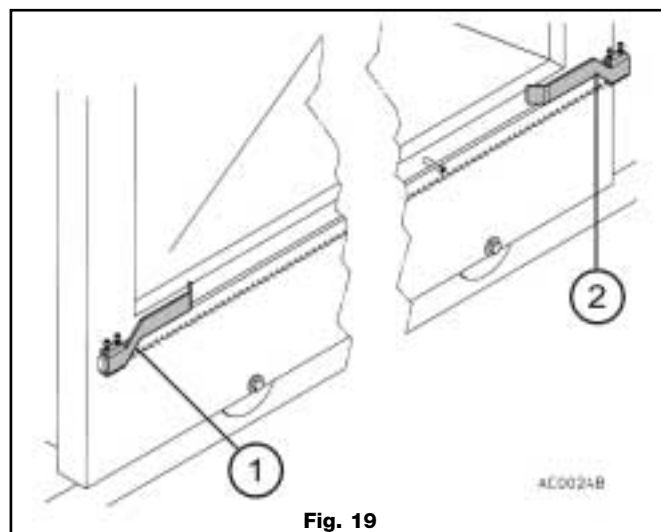

Fig. 19
- La crémaillère doit dépasser par rapport à l'axe du pignon de l'espace suffisant pour le montage de la came de fin de course "portail ouvert" (1 fig. 19).
- Assembler les éléments de la crémaillère en les alignant entre elles et en respectant un espace d'1 mm par rapport au pignon. Après avoir assemblé la dernière pièce de la crémaillère et fixé l'ensemble, scier la partie de la crémaillère qui dépasse en laissant suffisamment d'espace pour le montage de la came de fin de course « grille fermée » (2 fig. 19).
- Fixer les comes de fin de course "portail ouvert" (1 fig. 19) et "portail fermé" (2 fig. 19) aux extrémités de la crémaillère, en les serrant à l'aide des vis fournies dans l'emballage. Sachant que le portail va courir 2-3 cm en plus après le fonctionnement de l'interrupteur de fin de course, régler par conséquent la position des comes de façon à ce que le portail ne heurte pas les butées mécaniques.